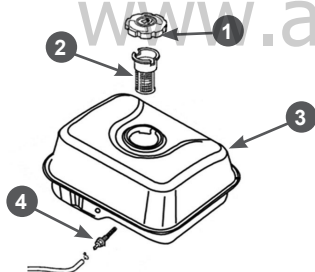

Рис. 26 Топливные фильтры
В топливном баке установлены два сетчатых топливных фильтра. Один фильтр устанавливается в заливной горловине топливного бака. Второй фильтр конструктивно объединен со штуцером топливного бака и установлен внутри бака (Рис. 26).
Через каждые 300 часов работы необходимо производить очистку топливного бака от грязи и конденсата. Одновременно с очисткой топливного бака необходимо проверять и очищать фильтр 4, установленный внутри бака (Рис. 26). Поврежденный или сильно загрязненный фильтр необходимо заменить.
3. Выкрутите из топливного бака выходной штуцер 4 и произведите его очистку (Рис. 26). Внимательно осмотрите сетчатый фильтр. При обнаружении механических повреждений замените штуцер топливного бака.